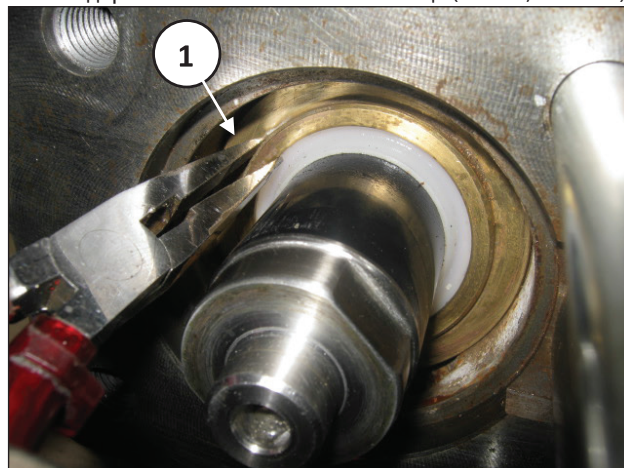

Рис. 123
Выньте держатель масляеьного кольца (поз. ①, Рис. 123).